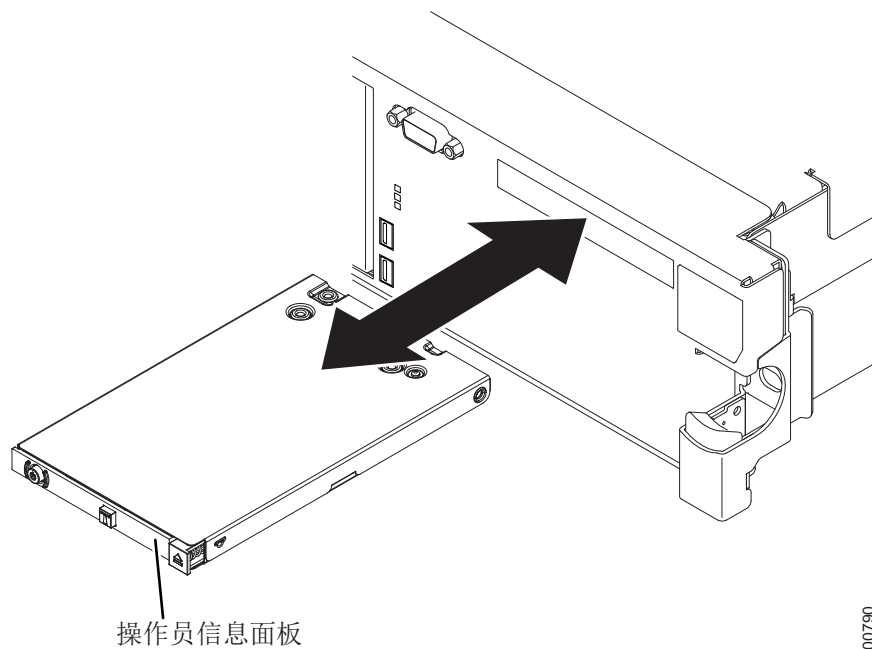

图 164. 更换 2145-DH8 操作员信息面板
2. 在节点前部，将操作员信息面板滑入节点，直到咔嗒一声锁定到位，如第 199 页的图 164 中所示。